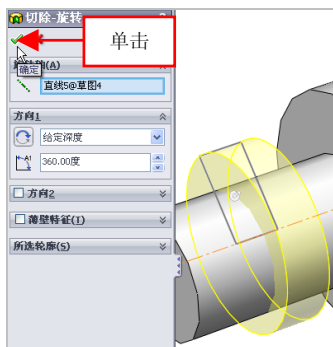

图 5-25 单击【确定】按钮
(3) 弹出【旋转】属性管理器，选择草图对象，弹出【切除-旋转】属性管理器，保持默认参数，单击【确定】按钮，如图 5-25 所示。